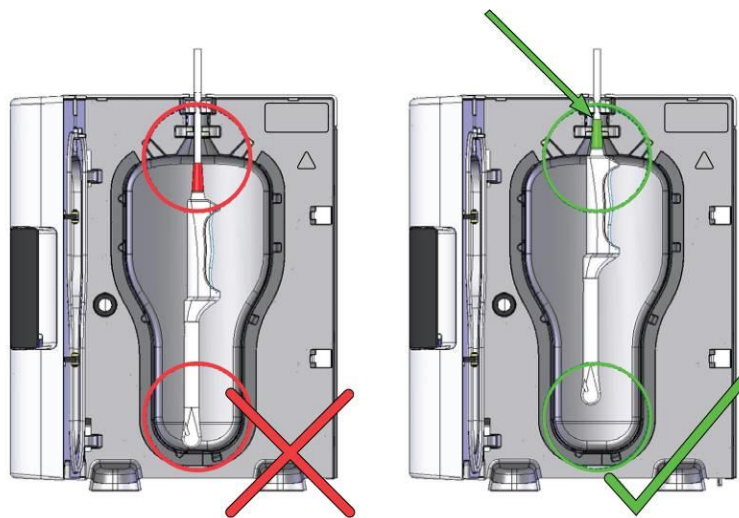

Рисунок 10
4. Помимо этого, зонд должен быть подвешен так, чтобы его кончик располагался не ниже горизонтальной линии на внутренней стенке камеры (см. Рис. 10 и 11).